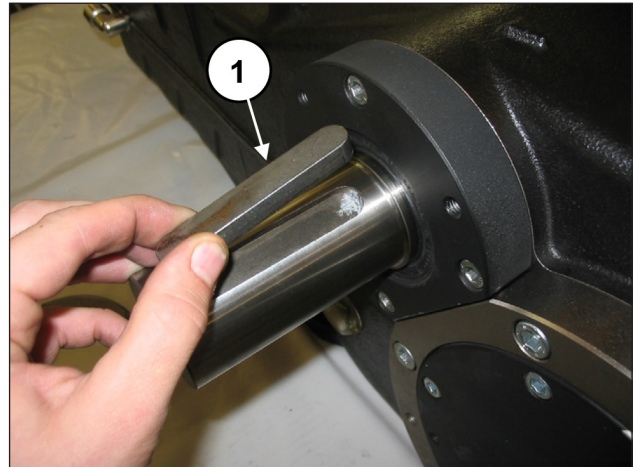

Fig. 102
Poser la languette sur l'arbre PTO (rep. ①, Fig. 102).